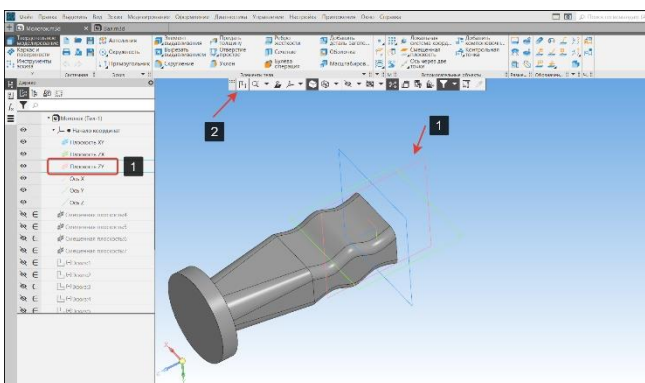

Рисунок 146 – Эскиз на плоскости ZY
- Выберем плоскость ZY (1) и создадим эскиз на этой плоскости (2) (Рисунок 146);